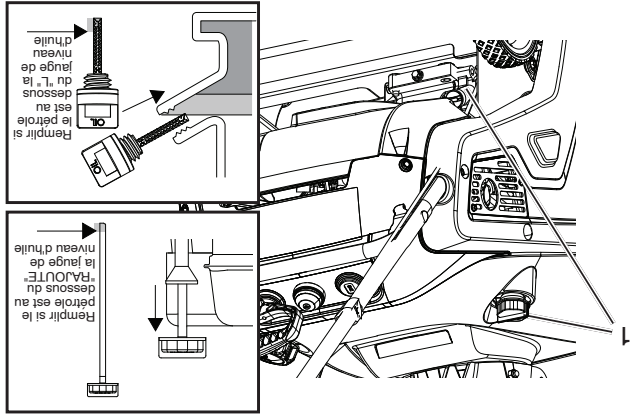

Figure 6
2. Nettoyer la zone autour de la jauge (Figure 6).